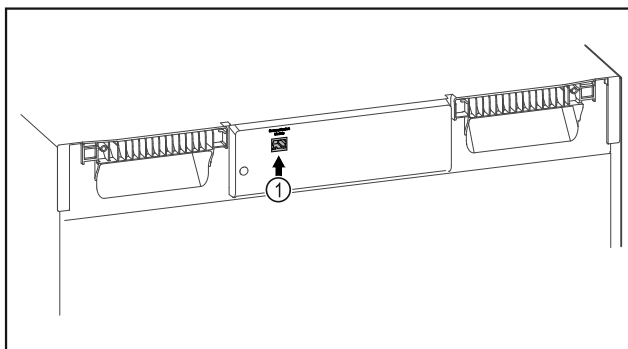

Fig. 150
- ❑ Se utiliza SmartModule Fig. 150 (1).